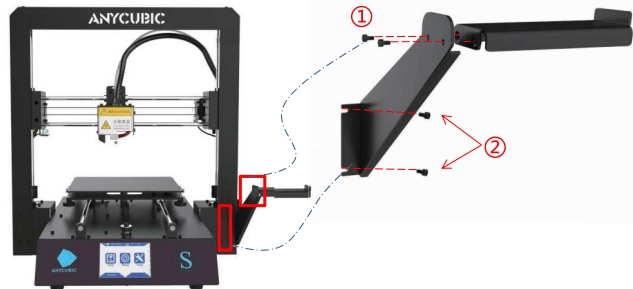

図 5
(1) 図5 ① のように2個のM3\*5ネジでフィラメントホルダーを組み立てます。そしてフレームを固定している2個のM3\*5ネジを外し、図のようにフィラメントホルダーを固定します。